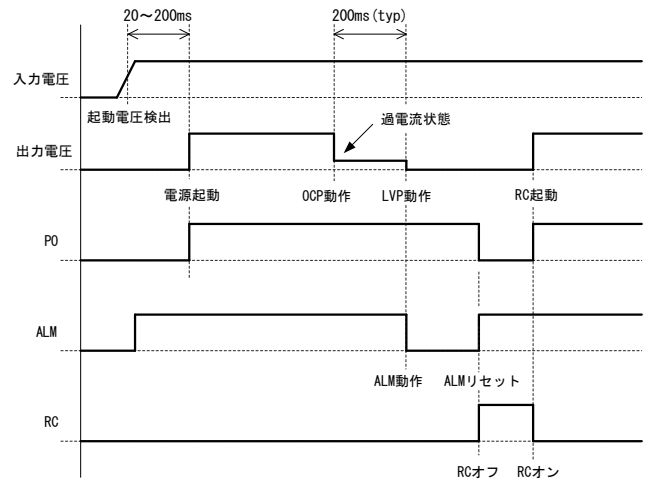

図4.4 SFS/SFCSシリーズのシーケンスチャート
- SFS/SFCSシリーズの、入力電圧、出力電圧、P0端子、ALM端子、RC端子のシーケンスを図4.4に示します。